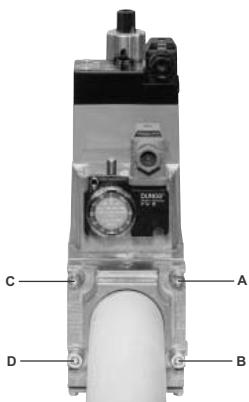

Рис. 21
1. Расслабить винты А и В, но **не снимать** их (Рис. 21 и Рис. 22)
2. Отвинтить винты С и D (Рис. 21 и Рис. 22)